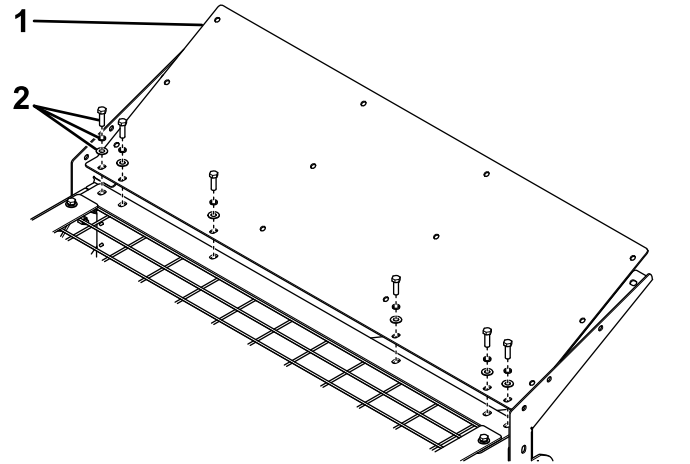

Figura 3
5. Sujete la placa principal del protector antiderrames a la tolva y a la rejilla superior usando las arandelas, las arandelas de freno partidas y los pernos que retiró anteriormente (Figura 3).